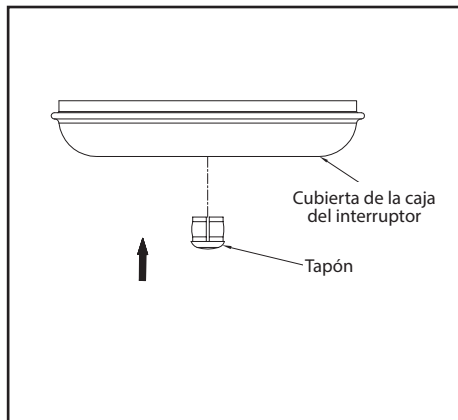

Figura 18
2. Empuja el tapón plástico (incluido) dentro del orificio central de la carcasa de la caja del interruptor (Figura 18).